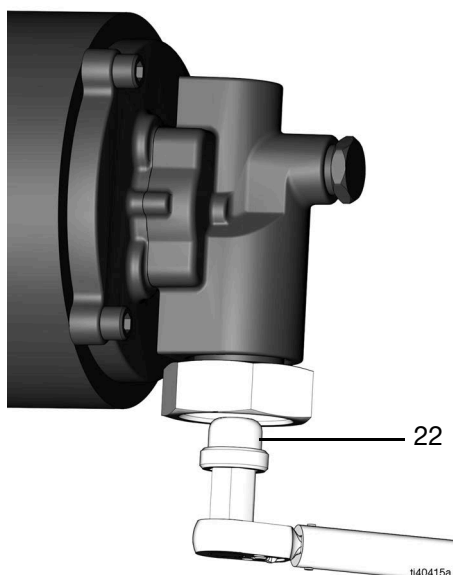

FIG. 2
5. Retire el filtro de aspiración (22) con una llave hexagonal de 19 mm (3/4 pulg.) (Fig. 2).
1. Apriete el filtro de aspiración (22) en la entrada de la bomba con una llave hexagonal de 19 mm (3/4 pulg.) (Par de apriete de 30 ft-lbs, 40,7 N•m) (Fig. 2).